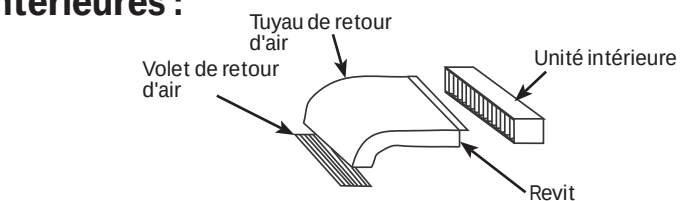

Figure 3.
2. Installation du tuyau de retour d'air : Raccordez un côté des tuyaux de retour d'air à l'orifice de retour d'air des unités intérieures à l'aide de rivets, l'autre côté étant connecté au volet de retour d'air, comme illustré à la Figure 3.